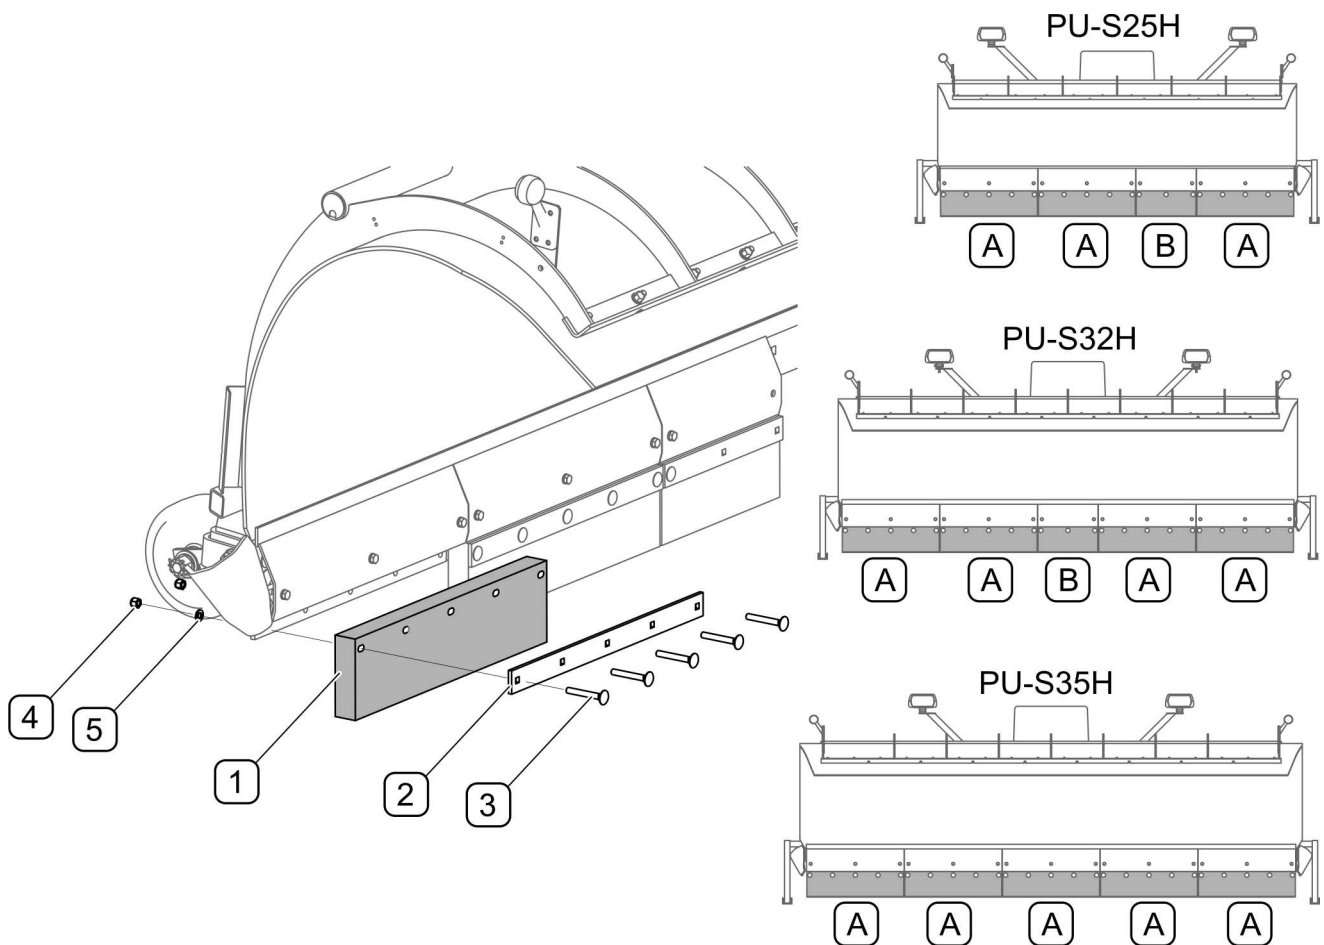

BILD 5.1 Gummistreichschiene austauschen
(1) - Gummistreichschiene; (2) - Druckleiste; (3) - Schraube Z M12x90-8,8; (4) - Mutter M12; (5) - Federscheibe Z12.2; (A) - langes Segment; (B) - kurzes Segment
Zum Entfernen der Gummistreichschiene (BILD 5.1) werden die Muttern (4) des entsprechenden Segments gelöst, die Schrauben (3) entfernt und die Druckleiste (2) abgenommen. Das entsprechende Segment der Streichschiene (A) oder (B) je nach Pflugmodell montieren (TABELLE 5.1). Führen Sie die Montage in umgekehrter Reihenfolge durch.